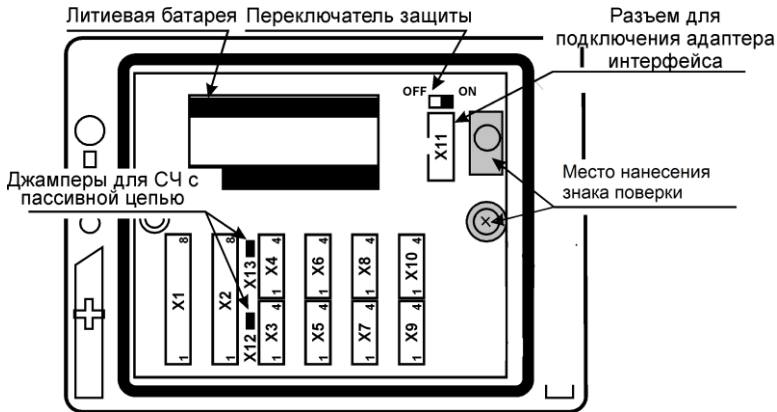

Рисунок 5.3 – Внешний вид модуля
Экраны кабелей должны быть электрически соединены между собой (только в одной точке) и с контактами Х3:1 и Х4:1 (рис. 5.3).
1. Джамперы X12 и/или X13 (рис. 5.3) должны быть установлены;
1. Дамперы X12 и/или X13 (рис. 5.3) должны быть сняты;
Для защиты от несанкционированного вмешательства в работу вычислителя переключатель защиты (рисунок 5.3) переводят в левое положение OFF. При этом попытки изменения настроечных параметров (кроме параметров группы **Интерф.** и параметров **RO**, **N2**, **CO2** и **Р6** группы **Общие**) игнорируются, а на табло индицируется сообщение **ЗЩ!**.